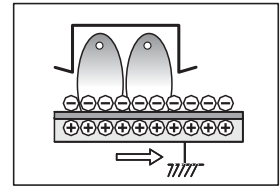

図 1
- (1)はじめに感光紙の上に静電気(-)をまんべんなくのせます。これを『帯電』といいます。(図1)